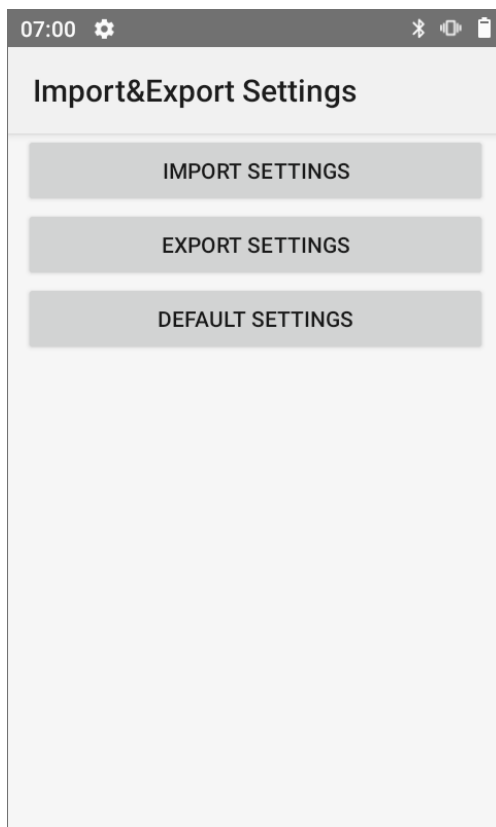

Рисунок 32. Импорт и экспорт настроек ТСД (раздел **Import&Export Settings**)
3. Нажать на кнопку **DEFAULT SETTINGS** (см. рисунок 32) – всем настройкам будет присвоено значение по умолчанию.